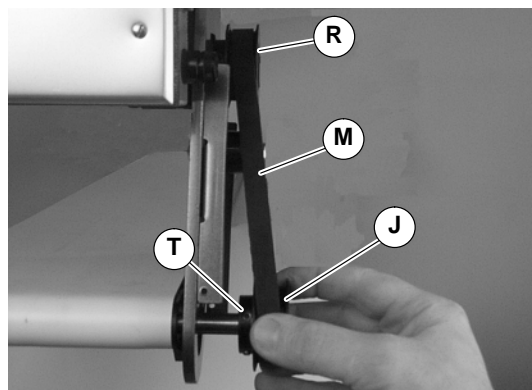

Abbildung 12
3. Zahnriemen (M siehe Abbildung 12) entfernen.
**HINWEIS:** Falls der Zahnriemen nicht über die Zahnscheibenflanke gleitet, die Madenschrauben der Abtriebszahnscheibe (T siehe Abbildung 12) lösen, und Zahnscheibe samt Riemen abnehmen. Für erneute Installation siehe Schritte 5 bis 8 auf Seite 5.